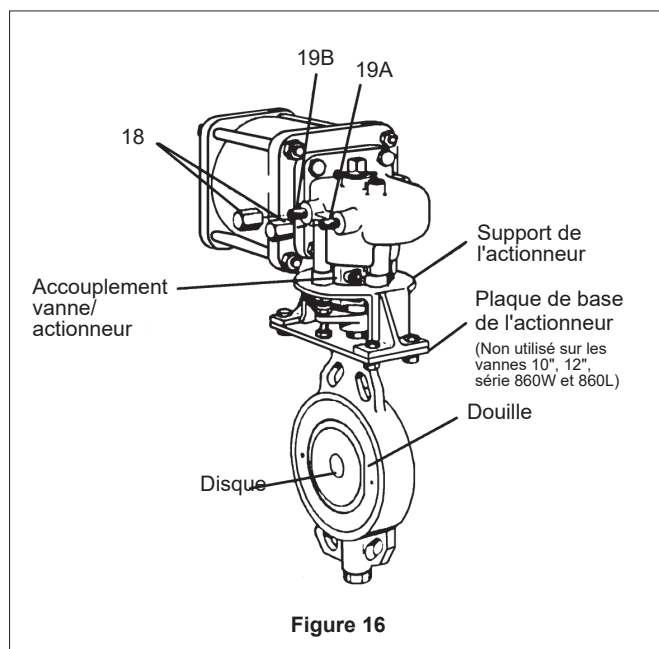

Figure 16
7.4 RÉGLAGE DES BUTÉES SUR LES ACTIONNEURS PNEUMATIQUES ST ET ST-MS (FIGURE 16)